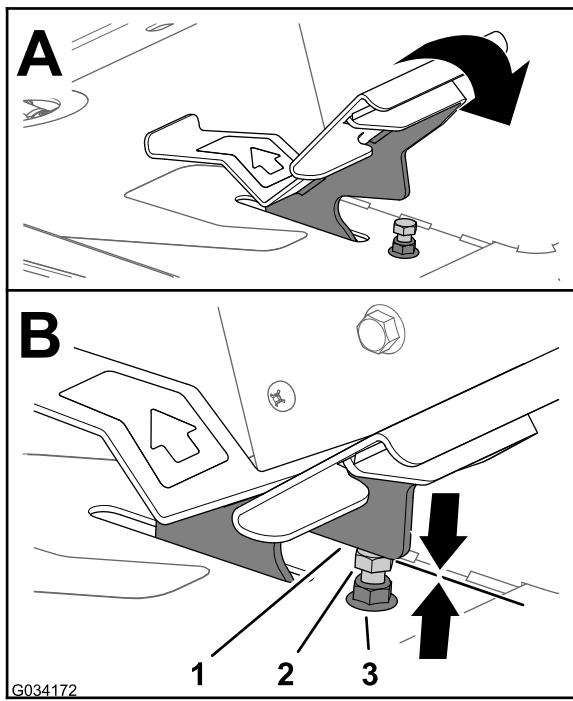
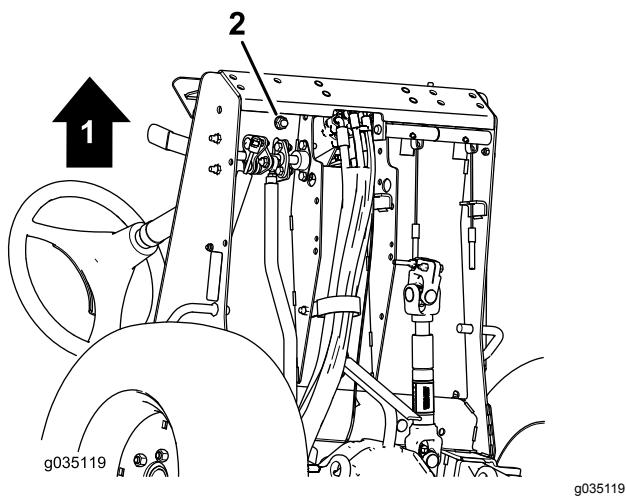

Figura 75
Figura 76
1. Mova o pedal de tração completamente para a frente (Figura 75).
- A. Segure no batente do pedal de tração (Figura 75) com uma chave.
- B. Desaperte a porca de retenção na parte inferior da placa do apoio de pé (Figura 76).
- C. Mova o pedal de tração para a posição de marcha (Figura 75).
- D. Enquanto pressiona o batente do pedal de tração, ajuste a porca de retenção que está acima da placa do apoio de pé (Figura 75) até que o pedal de tração toque no batente.
- F. Enquanto segura o batente do pedal de tração, aperte a porca de retenção na parte inferior da placa do apoio de pé (Figura 75 e Figura 76) com uma força de 37 a 45 N·m.